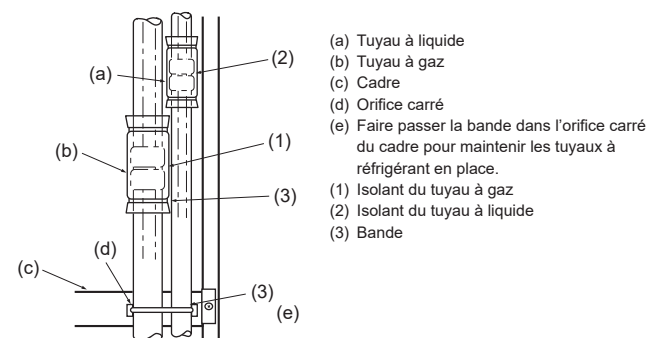

Fig. 4-5
Isoler entièrement les joints évasés (1) et (2) des tuyaux à gaz et à réfrigérant. Si une partie des joints est exposée, de la condensation pourrait ruisseler. (Fig. 4-5)
- Attacher l'isolant (1) du tuyau à gaz et l'isolant (2) du tuyau à liquide aux deux extrémités pour qu'ils ne glissent pas et soient alignés.
- Une fois l'isolant installé, utiliser la bande (3) pour attacher le tuyau à réfrigérant au cadre (sous le joint du tuyau). Cela empêchera le tuyau à réfrigérant de se détacher du cadre.